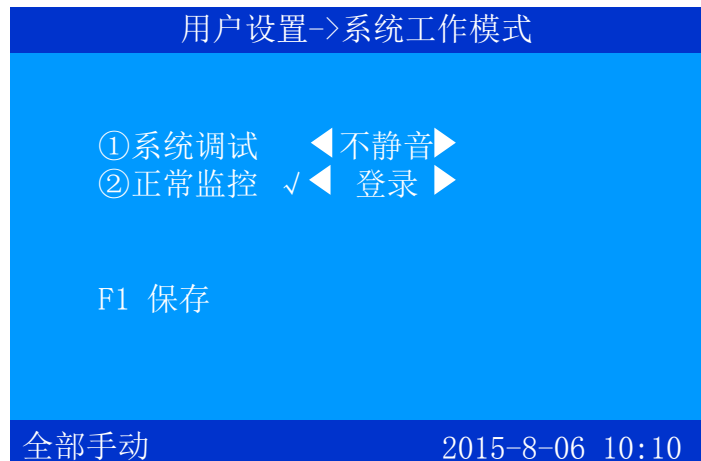

图 4-31
按下数字 3 键或光标移至 3 后按回车键, 可进入系统工作模式设置界面(图 4-31)。进入本界面后, 在系统工作模式中有①系统调试②正常监控。打了“√”表示保存后的系统工作状态, 按“▲”、“▼”键移动, 按“F2”键选上并保存。在系统调试模式下, 按左右方向键选择静音或者不静音。在正常监控模式下, 按左右方向键选择登录或者不登录。选择完成后需要按 F1 键保存。